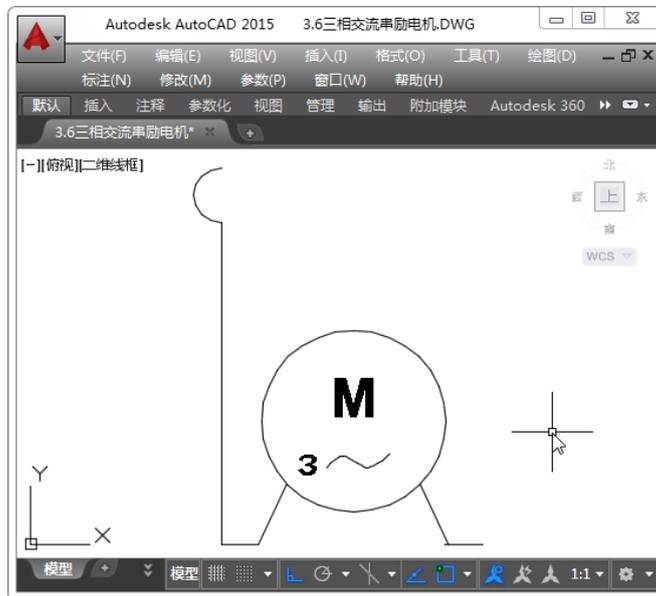

图 3-73 绘制半圆
Step08: 根据命令行提示，绘制的半圆如图 3-73 所示。